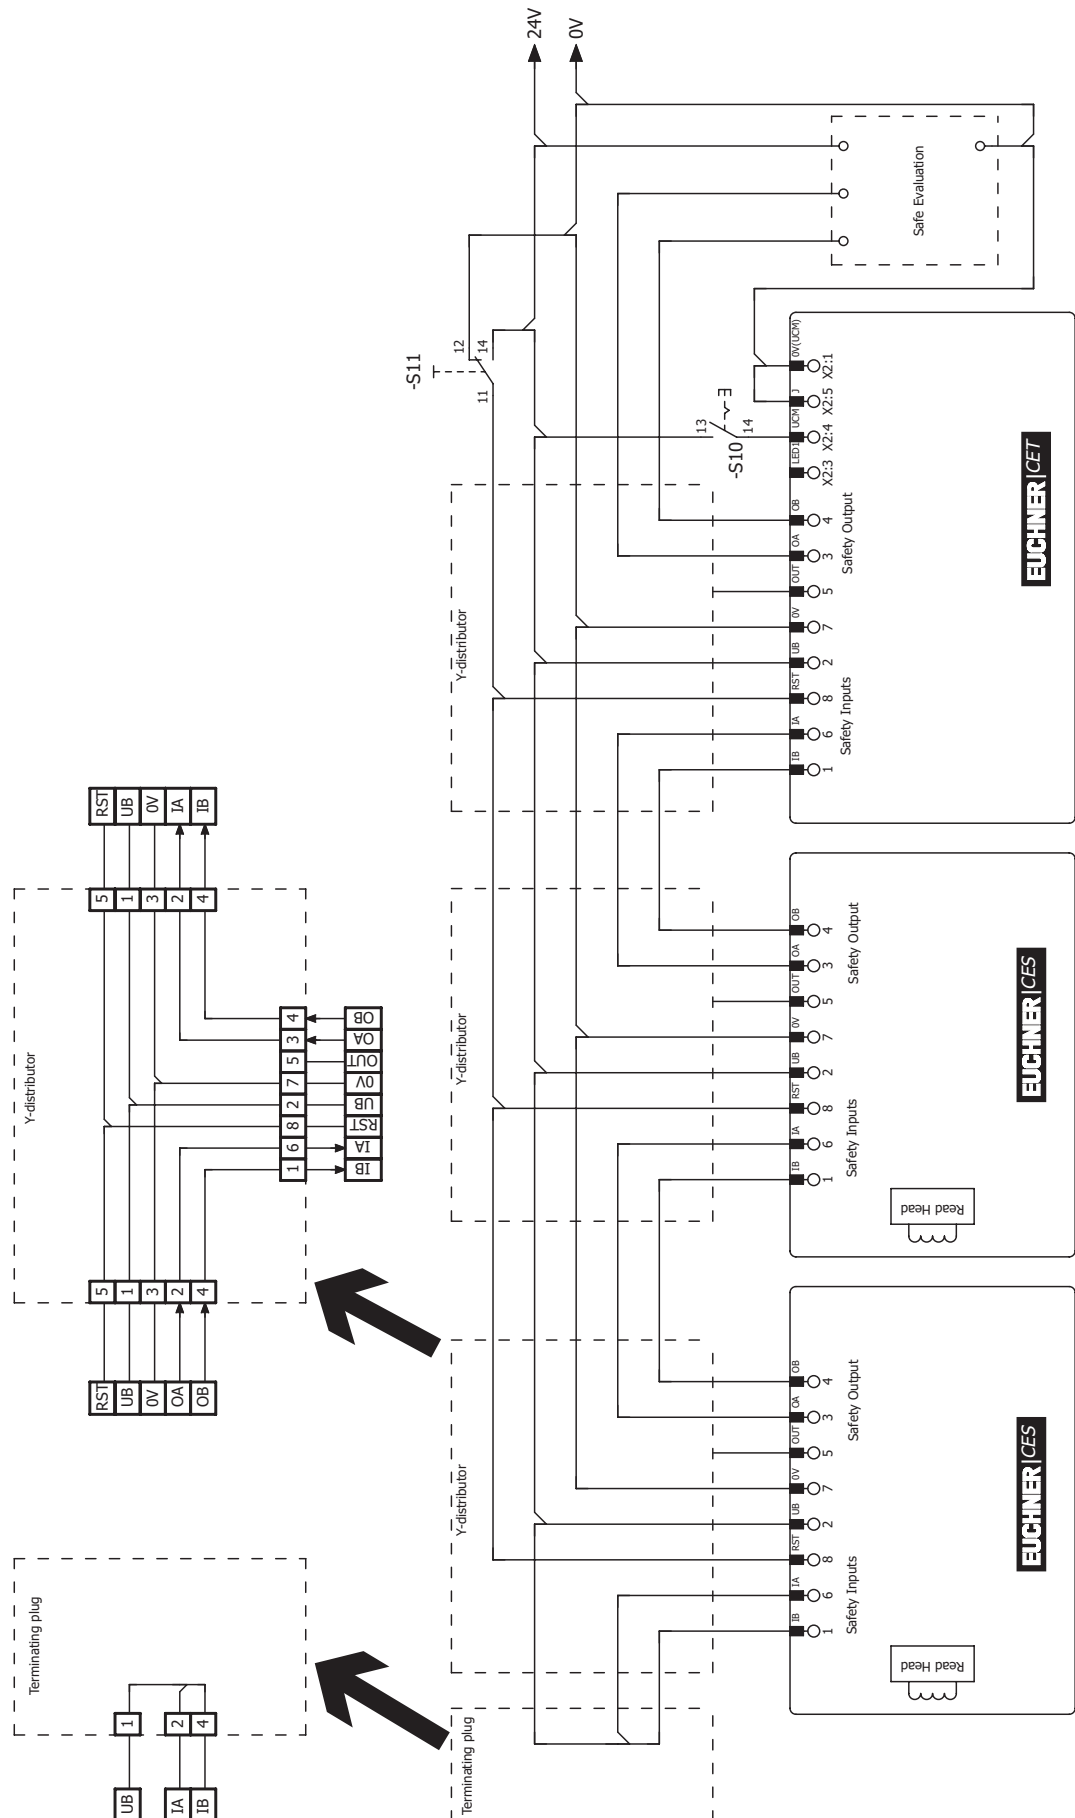

Figura 12: Ejemplo de conexión en serie con reinicio y conmutador
El subsistema CET-AR corresponde a PL e según EN 13849-1. Para integrar el subsistema en una estructura de la categoría 3 ó 4, se requiere una vigilancia de la carga posconectada (debe vigilarse el circuito de retorno). En caso de utilizar el interruptor CET-AR con circuito de retorno, este debe estar en la última posición de la cadena de interruptores (véase la figura 12). Estos ejemplos muestran tan solo un detalle relevante para la conexión del sistema CET. El ejemplo representado no reproduce ninguna planificación completa del sistema. El usuario es el único responsable de la integración segura en el sistema global.
- Debe utilizarse una señal común para todos los interruptores de la cadena. Puede tratarse de un conmutador, pero también se puede utilizar la salida de un sistema de control. No deben utilizarse pulsadores, ya que el reinicio siempre debe estar en GND durante el funcionamiento (véase el interruptor S11 en la figura 12).
Para que esto sea posible, la entrada RST debe conectarse como se muestra en la figura 12.